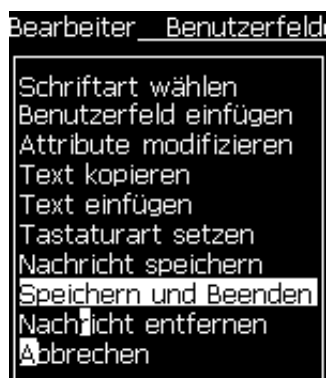

Abbildung 5-14: Option Save and Exit (Speichern und Beenden)
- Wählen Sie *Save and Exit (Speichern und Beenden)* im Menü *Editor* (Abbildung 5-14)